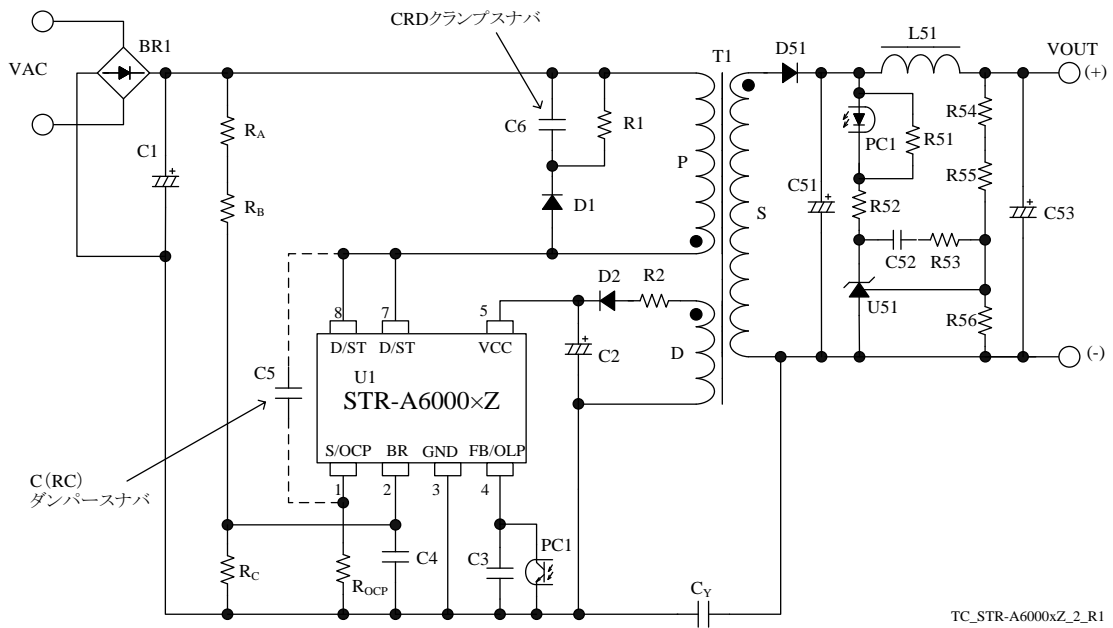

図 6-1 ブラウンイン・ブラウンアウト機能を使用した場合（DC ライン接続）
- 図 6-1、図 6-2 に、ブラウンイン・ブラウンアウト機能を使用した場合と使用しない場合の回路図を示します。
なお、定常動作時（バースト動作を含む）にバイアスアシスト機能が動作すると、消費電力が増加するため、VCC 端子電圧は常に  $V_{CC(BIAS)}$  より高くする必要があります。トランスの巻数比や図 6-1 の R2 を小さくするなどの調整が必要です。（R2 の詳細は”10.1 外付け部品”参照）